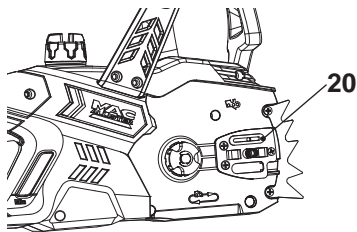

Fig.39
2. Examinez le trou du réservoir d'huile [20]; s'il est bouché, nettoyez-le afin d'assurer un graissage correct de la chaîne et du guide-chaîne lorsque l'appareil fonctionne. Utilisez pour cela un fil de fer tendre assez fin pour être introduit dans le trou de vidange d'huile (Fig. 39).